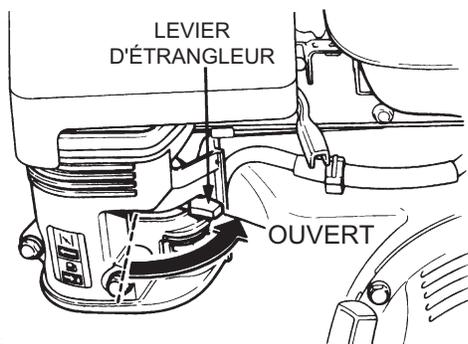

Figure 18. Levier d'étrangleur (ouvert)
8. Si le levier d'étrangleur a été mis en position « **FERMÉ** » pour démarrer le moteur, déplacez-le progressivement jusqu'en position « **OUVERT** » (Figure 18) quand le moteur monte en température. Si le moteur n'a pas démarré, répétez les étapes 1 à 6.